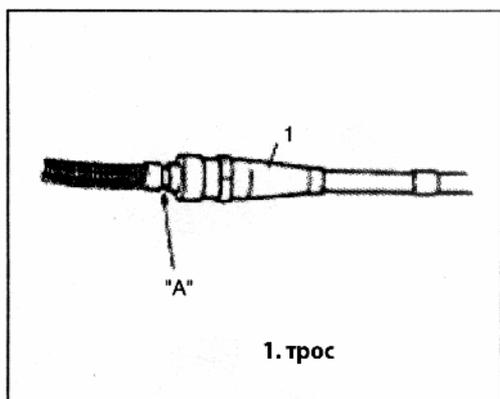

Рис. 634
- 4) Нанесите вокруг троса смазочный материал как показано на рисунке (Рис. 634), затем зафиксируйте трос на задней пластине при помощи хомутов.